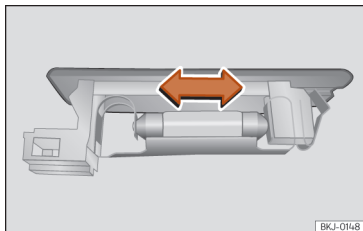

Fig. 170 Luz da bagageira.
- Pressione a lâmpada lateralmente e retire-a do alojamento >>> **Fig. 170.**